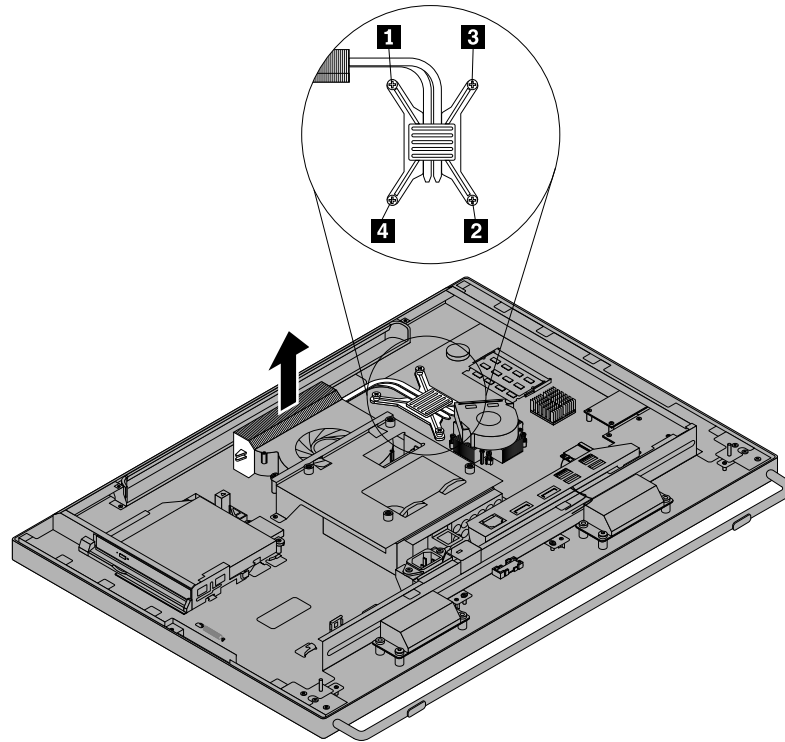

Figure 29. Retrait du dissipateur thermique
8. Procédez comme suit pour installer les quatre vis de fixation du dissipateur thermique à la carte mère (voir Figure 29 « Retrait du dissipateur thermique » à la page 53).